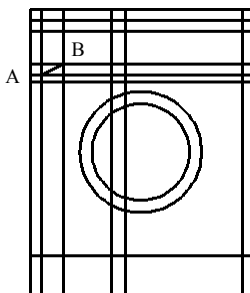

图 17.6.12 绘制直线
Step7. 绘制直线。选择下拉菜单 **绘图(D)** → **直线(L)** 命令，选取图 17.6.12 所示的点 A 与点 B 为直线的起点与终点，按 Enter 键结束。